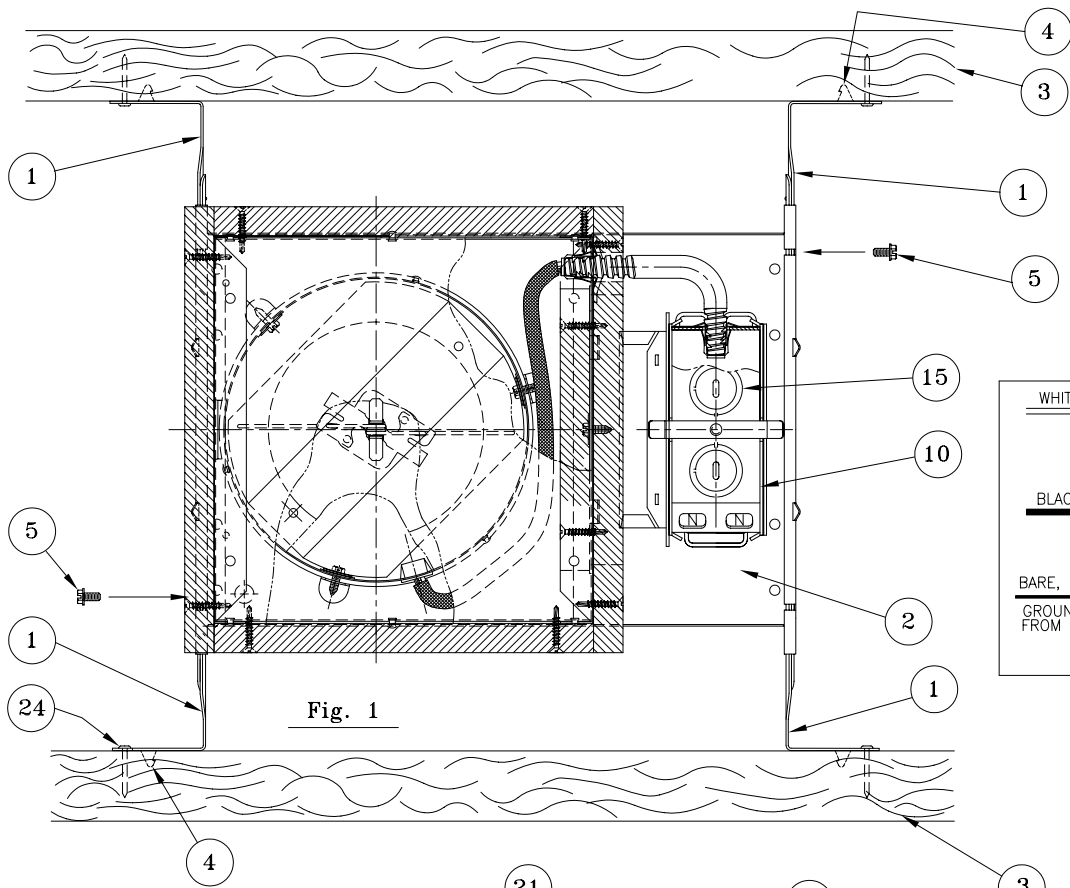

Fig. 1
- 1.- Slip Bar Hangers (1) through Slots in Plaster Frame (2). Hold Frame (2) in desired position between Joists (3) and drive Bar Hanger Tabs (4) into Joists. Use a minimum 1" lg. steel Nail or Screw (24) through Holes in Bar Hanger ends for additional support (REQUIRED). Tighten Bar Hanger Locking Screws (5) in ends of Plaster Frame (2) to prevent lateral movement of Plaster Frame. (See Fig.1 and 2)
- 1.- Introduzca los colgadores de barra (1) en las ranuras en el armazón enyesado (2). Mantenga el armazón enyesado (2) en la posición deseada entre las viguetas (3) y clave las pestañas de colgadores de barra (4) en las viguetas. Utilice un clavo de acero o tornillo de un mínimo de 1 pulgada (2,5 cm) de longitud (24) para proporcionar soporte adicional (NECESARIO). Enrosque los tornillos de seguridad de colgadores de barra (5) en las extremidades del armazón enyesado (2) para evitar algún movimiento lateral del armazón enyesado. (Vea Fig. 1 y 2).
1.- Introduisez les barres de suspension (1) dans les rainures du cadre en plâtre (2). Tenez le cadre (2) dans la position désirée entre les solives (3) et clouez les pattes de barres de suspension (4) dans les solives. Utilisez un clou en acier ou une vis d'un pouce (2,5 cm) de long (24) pour offrir plus de support (EXIGÉ). Vissez les écrous de sûreté de barre de suspension (5) dans les bouts du cadre en plâtre (2) pour éviter la possibilité d'un mouvement latéral du cadre en plâtre. (Voir Fig. 1 et 2).